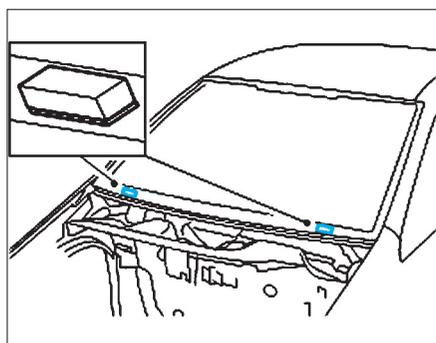

FIG. 95
- Mettre en place les cales neuves suivant la position repérée au démontage (Fig.95).